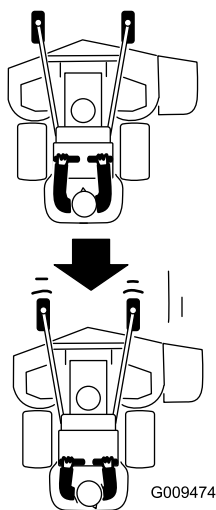

Figura 22
2. Puxe lentamente as alavancas de controlo de movimento para trás (Figura 22).